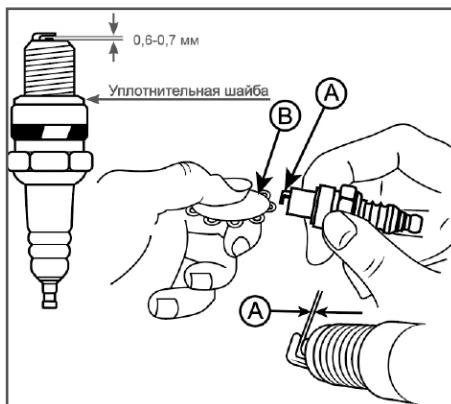

Рис. 23 Проверка зазора между электродами
4. Измерьте зазор между электродами свечи зажигания специальным шупом. Зазор должен быть 0,6-0,7 мм (Рис. 23). При увеличении или уменьшении требуемого зазора рекомендуется заменить свечу, так как регулировка зазора может привести к изменению качества искрообразования.